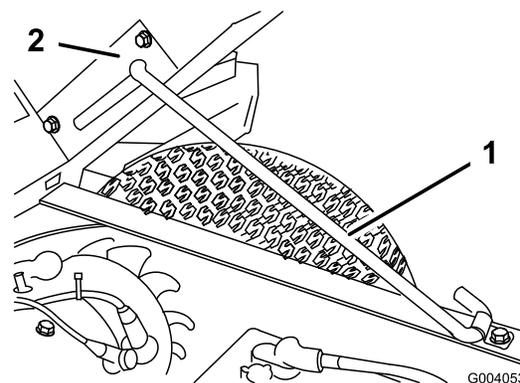

Figura 27
2. Tirate l'asta di supporto nella fessura di arresto per ancorare il cassone (Figura 27).